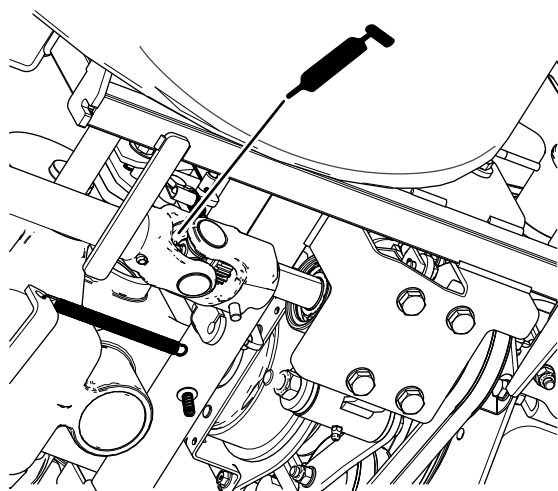

図 47
- PTO 部の駆動シャフトの後側 U ジョイント 図 47。